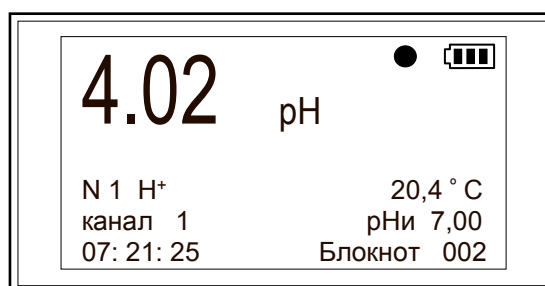

Рисунок 34
- после установления индикатора стабильности показаний считать с табло прибора измеренное значение (рисунок 34). Оно не должно отличаться от значения рН образцового раствора более чем на $\pm 0,05$ рН.